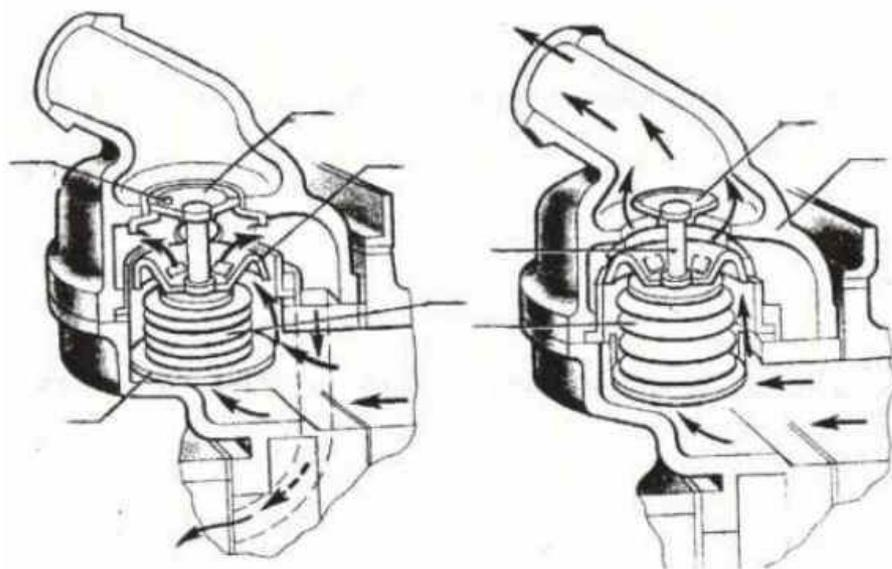

Рис. 3.2. Термостат:
2. Обозначьте, согласно указателю (рис. 3.2), номер детали термостата, соответствующий подрисуночной подписи.